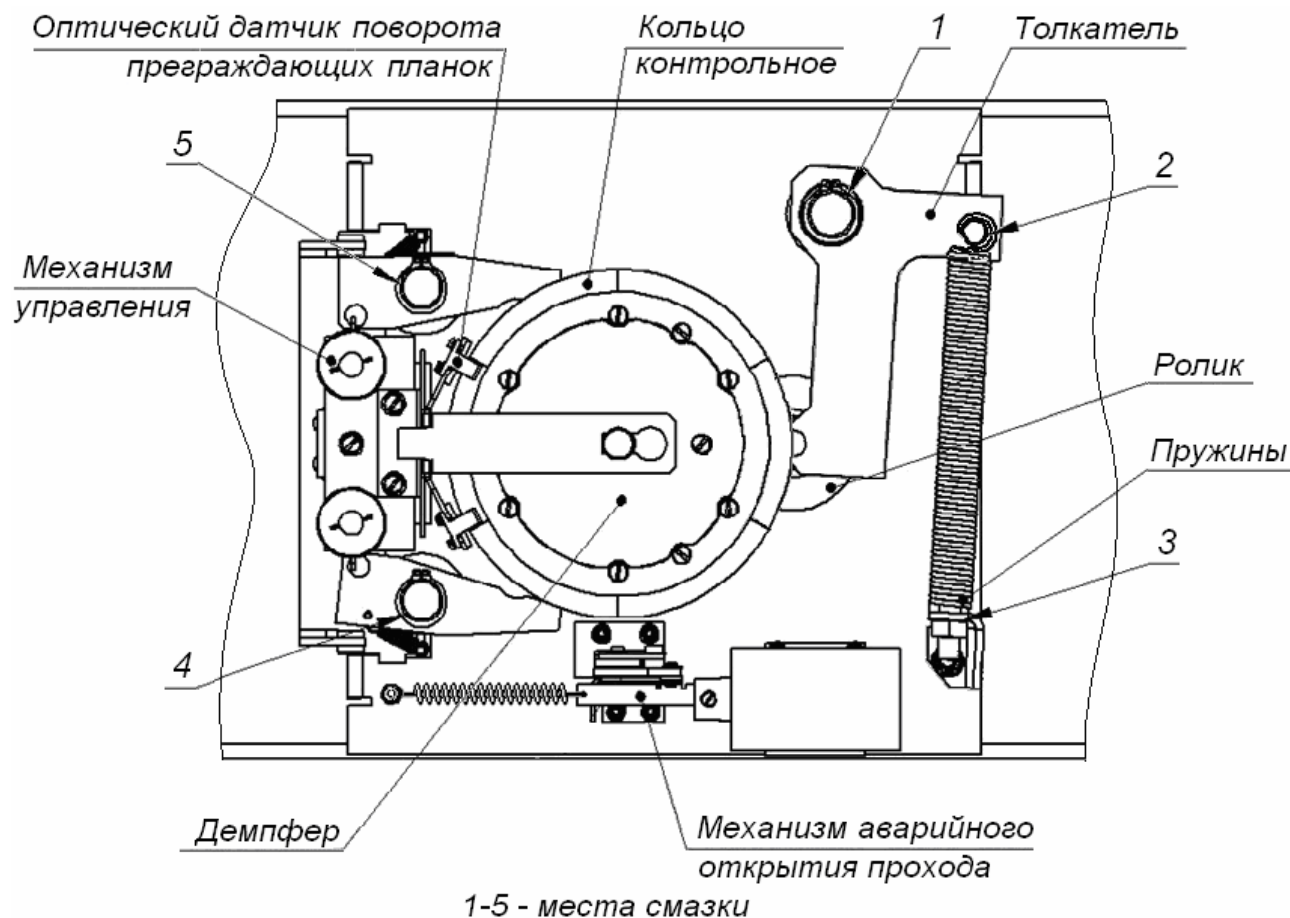

Рисунок 15. Расположение внутренних деталей и узлов стойки ЭП
4. Снимите крышку (3) в порядке, указанном в разд. 6. и положите ее на ровную устойчивую поверхность.
5. Осмотрите устройство доворота (толкатель, пружины и ролик), оптические датчики поворота преграждающих планок и демпфирующее устройство (см. рис. 15).
- смазкой **Chain and Rope Lube Spray - WEICON** оси вращения рычага толкателя (1, рис. 15) ролика и стопоров (4, 5, рис. 15);
- смазкой ШРУС-4 точки крепления пружин доворота (2, 3, рис. 15),
12. Проверьте крепление преграждающих планок (4) в шарнирных узлах турникета и, при необходимости, подтяните крепежные винты.
14. Установите на место крышку (3) и зафиксируйте ее винтом.